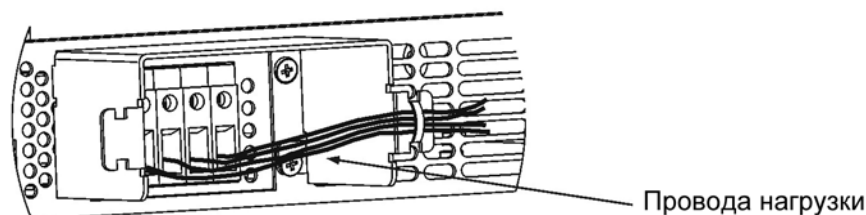

Рис.3-9: Сборка защитного кожуха и проводов
6. Закрепите провода на одной из сторон экрана, используя кабельную стяжку TY-wrap или аналогичную. Смотрите рис.3-9.